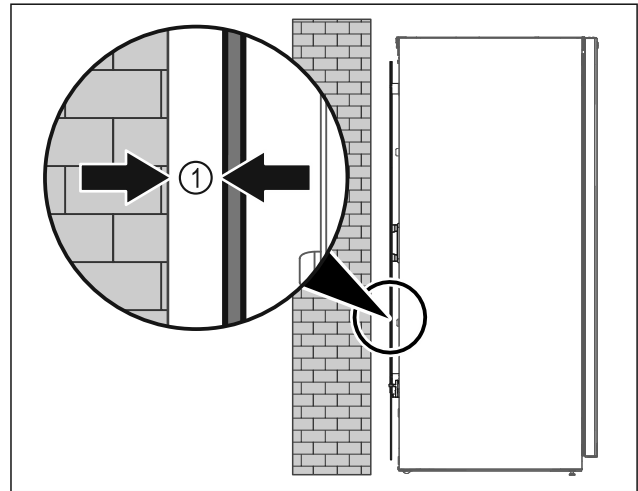

Fig. 37
- Apparaat ofwel vrij in de ruimte of direct tegen een wand met een minimumafstand van 5 mm Fig. 37 (1) opstellen.